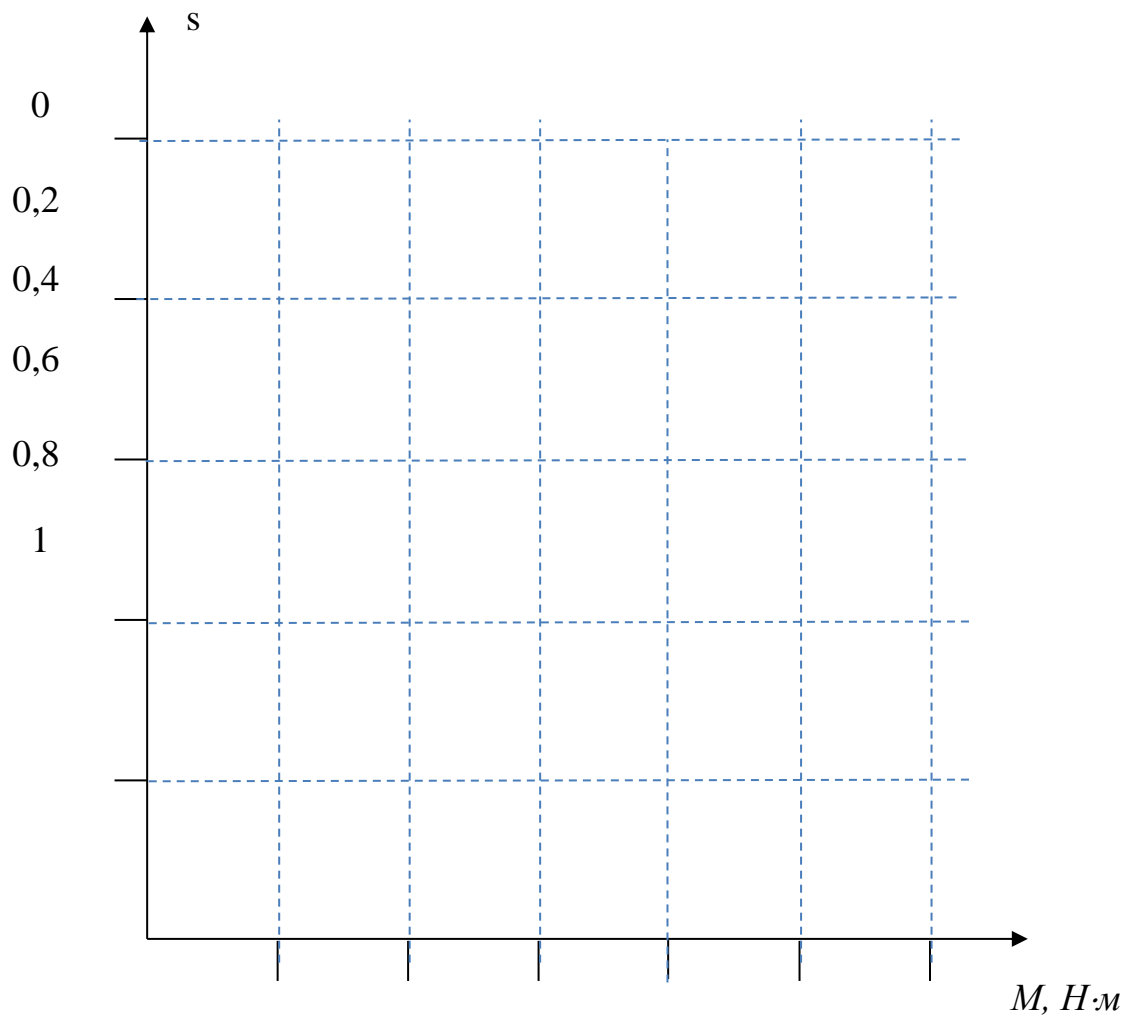

Рисунок 1 – Механічна характеристика АД двигуна
19. Будуємо графік (рисунок 1) механічної характеристики двигуна.